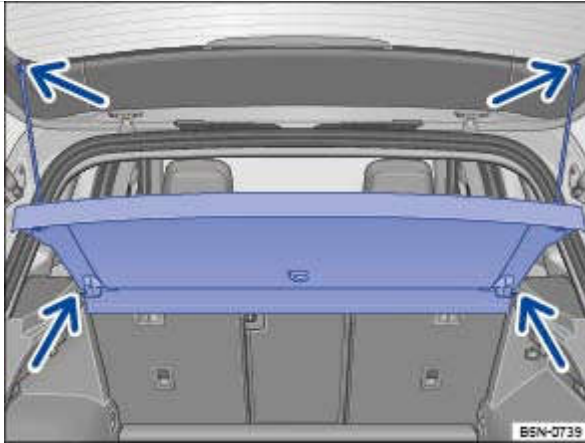

Fig. 107 Dans le coffre à bagages : dépose du couvercle
- Décrochez les sangles de retenue sur le capot arrière → Fig. 107 (flèches du haut).
- Tirez le couvercle vers le haut pour le faire sortir des fixations latérales → Fig. 107 (flèches du bas).
- Poussez le couvercle par le haut dans les fixations latérales → Fig. 107 (flèches du bas).
- Accrochez les sangles de retenue sur le capot arrière → Fig. 107 (flèches du haut).